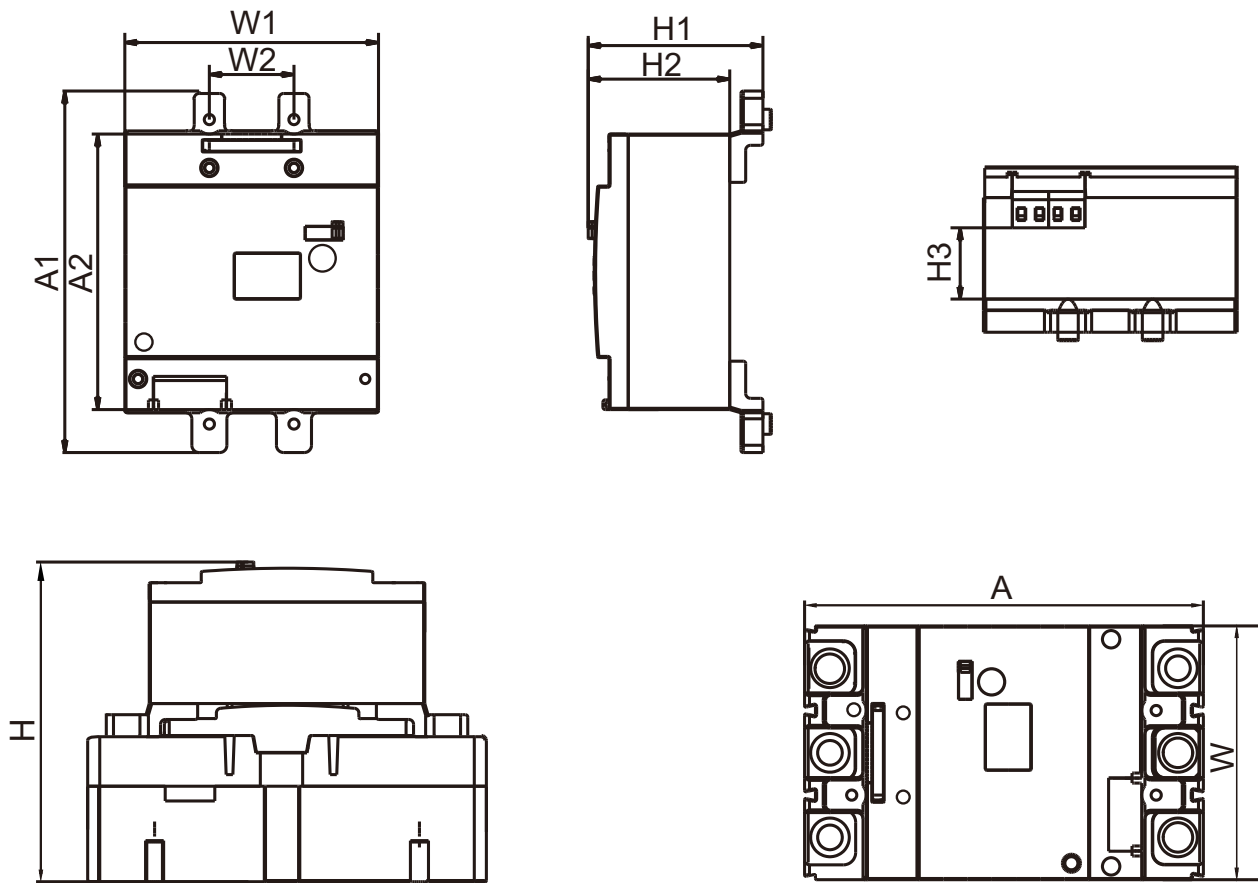

图4
5.2.2 RDM5系列断路器电动机操作机构尺寸(单位: mm) 图4, 表9